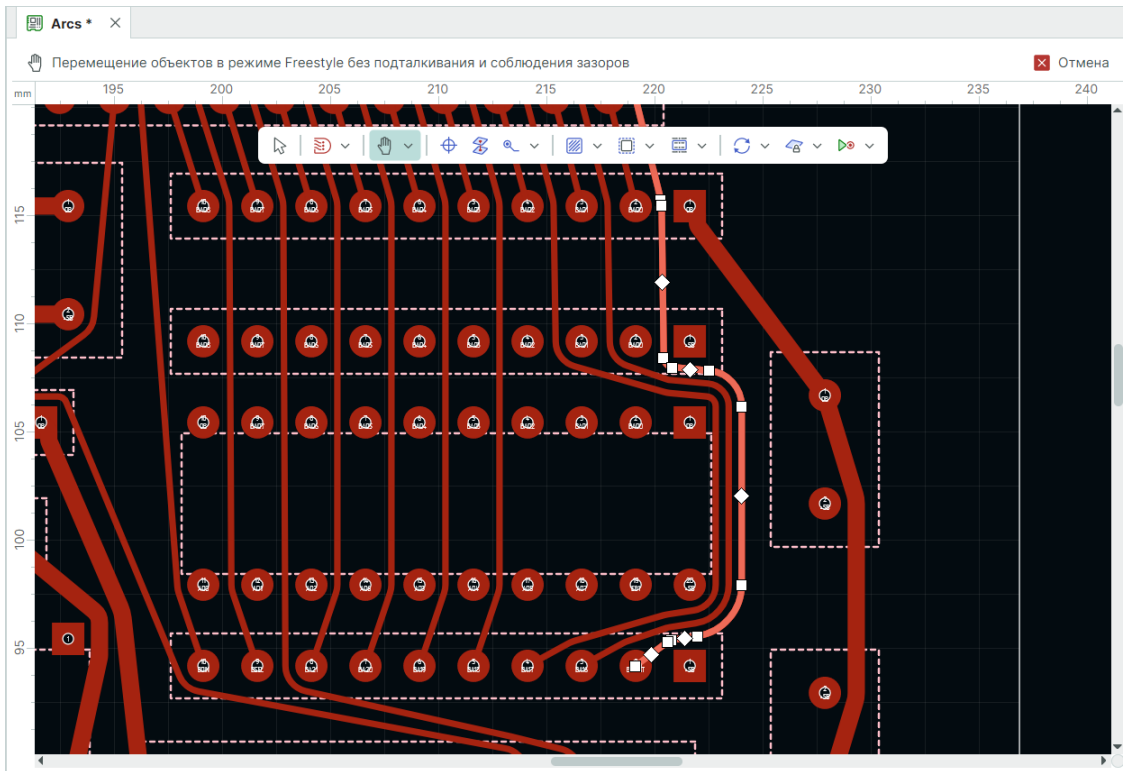

Рис. 409 Выделение проводника в режиме Freestyle
- 1.1. Выделите проводник, см. Рис. 409.